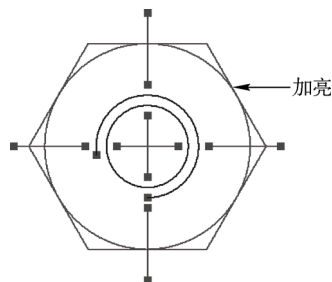

图 3-68 加亮重叠部分
STEP 02 在功能区选项板的“草绘”选项卡中, 单击“检查”面板中的“重叠几何”按钮, 即可加亮重叠部分, 效果如图 3-68 所示。